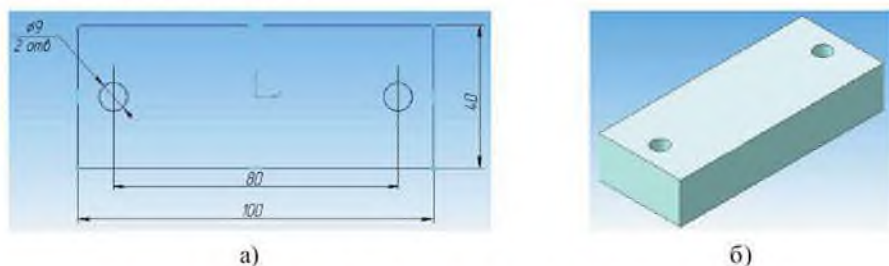

Рисунок 12.2 Эскиз (а) и результат операции *Выдавливания* (б)
3. Выбрать плоскость XY и построить эскиз (рисунок 12.2 а). Далее с помощью операции *Выдавливания* выполняется модель. Расстояние выдавливания – 20 мм (рисунок 12.2 б).